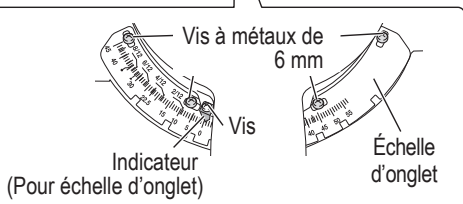

Fig. 18
- Abaisser la tête et insérer la goupille de verrouillage. Déverrouiller la poignée de verrouillage d'onglet et faire pivoter la plaque tournante jusqu'à ce que le cran positif la bloque sur la position d'onglet à 0°. Ne pas verrouiller la poignée de verrouillage d'onglet. Placer une équerre contre la garde et la lame de la scie, comme illustré sur la Fig. 18 (Ne pas toucher les pointes des dents de la lame avec l'équerre. Cela entraînerait une mesure inexacte.) Si la lame de scie n'est pas exactement perpendiculaire à la garde, desserrer les vis à métaux de 6 mm (x4) qui maintiennent l'échelle d'onglet et déplacer la poignée de verrouillage d'onglet et l'échelle vers la gauche ou la droite jusqu'à ce que la lame soit perpendiculaire à la garde, tel que mesuré par l'équerre. Resserrer les vis à métaux de 6 mm (x4). (Fig. 18) Ne pas faire attention à la lecture de l'indicateur (pour l'échelle d'onglet) à ce moment.
Déverrouiller la poignée de verrouillage d'onglet pour déplacer la plaque tournante sur la position 0°. Avec la poignée de verrouillage d'onglet déverrouillée, laisser le cran positif se loger en place tout en tournant la plaque tournante sur 0°. Observer l'indicateur (pour échelle d'onglet) et l'échelle d'onglet comme illustré sur la Fig. 18. Si l'indicateur (pour échelle d'onglet) n'indique pas exactement 0°, desserrer la vis de 4 mm maintenant l'indicateur (pour échelle d'onglet). Repositionner en place l'indicateur (pour échelle d'onglet) et serrer la vis de 4 mm.